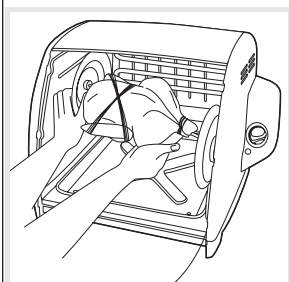

FIGURA 4
14. Para colocar la varilla en la máquina, coloque la mano derecha debajo de la carne y la mano izquierda para sostener firmemente la rueda permanente, coloque la varilla dentro de la unidad en un ángulo con el extremo con punta en el lado derecho hacia abajo. Deslice el extremo de la flecha dentro del orificio en el lado derecho de la máquina, mientras baja el lado izquierdo dentro de la horquilla. (Figura 4)